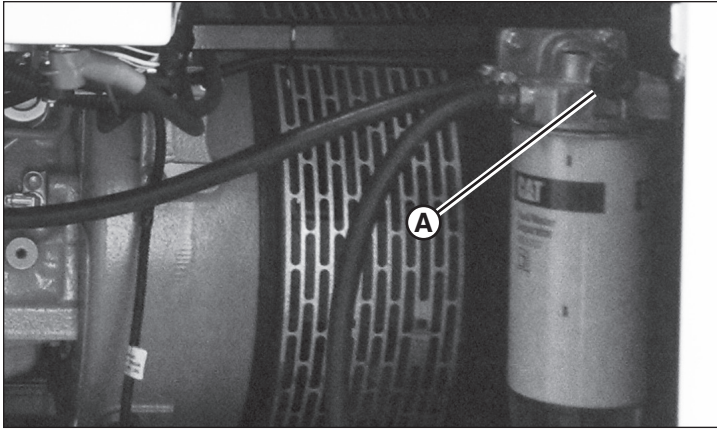

Figura 18
**NOTA:** Si el motor se queda sin combustible, deberá cebar el motor antes de volver a abastecer combustible. Gire la varilla de cebado (A, Figura 18) en el sentido antihorario para desbloquear, tire de ella hacia afuera, bombee 3 a 4 veces o hasta que esté firme, luego empújela hacia adentro y gírela para bloquear.